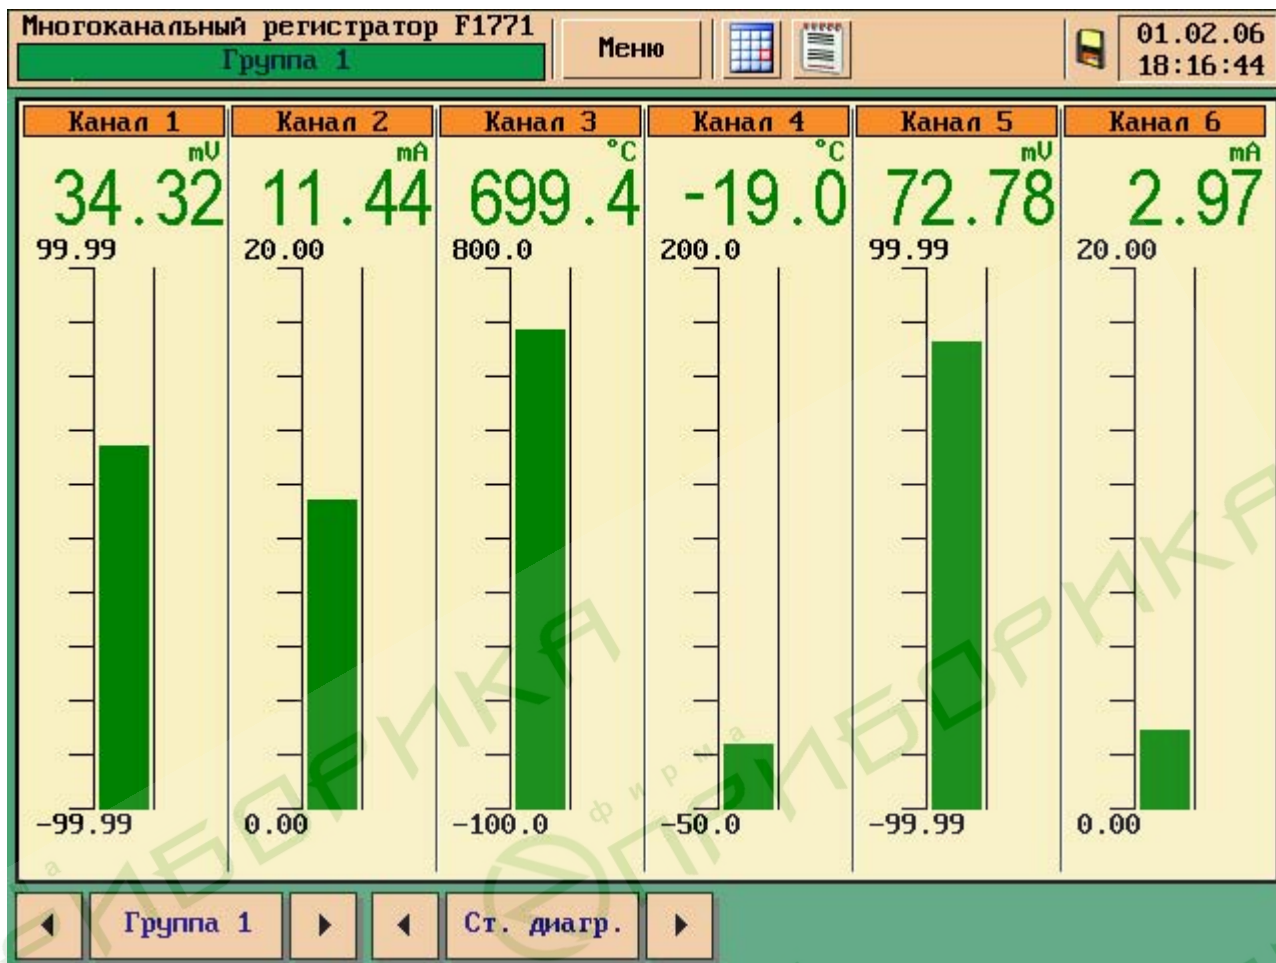

Рис. 5
4. «Столбиковая диаграмма» – режим отображения результатов измерения по каналу или группе каналов в виде вертикальных столбиковых диаграмм и цифровых показаний (рис.5).